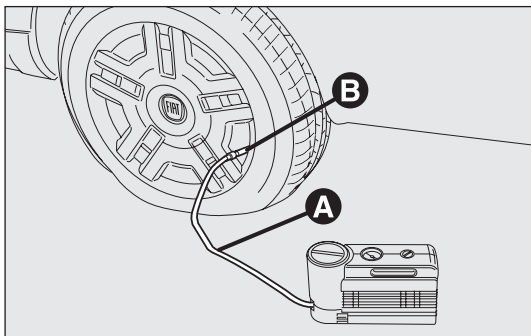

рис. 172
- ❑ Введите рычаг стояночного тормоза. Отвинтите колпачок вентиля шины, выньте прозрачную трубку для заполнения А – рис. 172 и привинтите гайку В к вентилю шины;